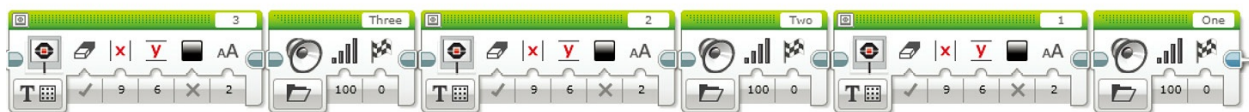

图8.38 倒计时器程序完全实现了
9. 将第二个和第三个声音模块的文件改为匹配的文件（分别为Two和One），最后你的程序应该如图8.38所示。